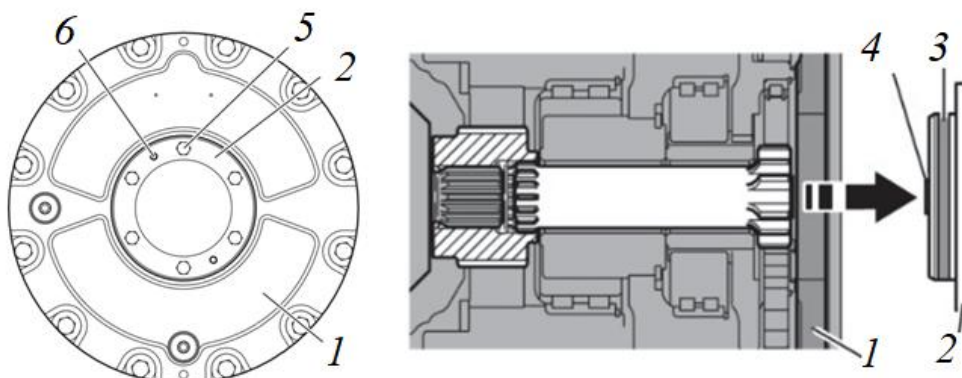

Рисунок 3.66. Крышка бортового редуктора
- ▶ Очистить крышку редуктора 2, рис. 3.66, а также поверхность редуктора рядом с крышкой от загрязнений (для исключения попадания грязи во внутреннюю полость редуктора).
- ▶ Вывернуть шесть винтов с шестигранной головкой 5 из крышки 2, рис. 3.66.
- Вывернуть два винта М6 из крышки 2, затем вставить крышку 2 с уплотнительным кольцом 3 и цилиндрическим роликом 4 в корпус редуктора 1 и ввернуть шесть винтов с шестигранной головкой 5 в крышку 2, рис. 3.66.